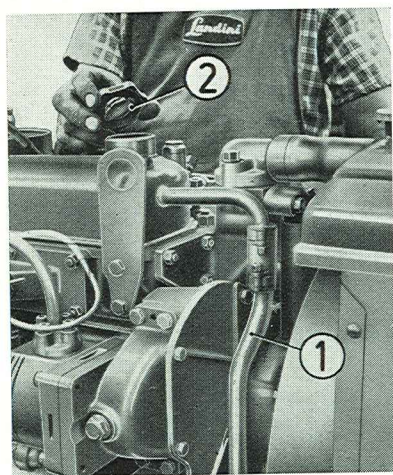

Fig. 9 - BOCCHETTONE INTRODUZIONE OLIO NELLA COPPA MOTORE
**c)** lavare in un bagno di petrolio o benzina lo sfiatatoio del basamento motore (fig. 9).
3) Smontare lo sfiatatoio del basamento motore (fig. 9) e procedere ad un suo accurato lavaggio in un bagno di petrolio o benzina.